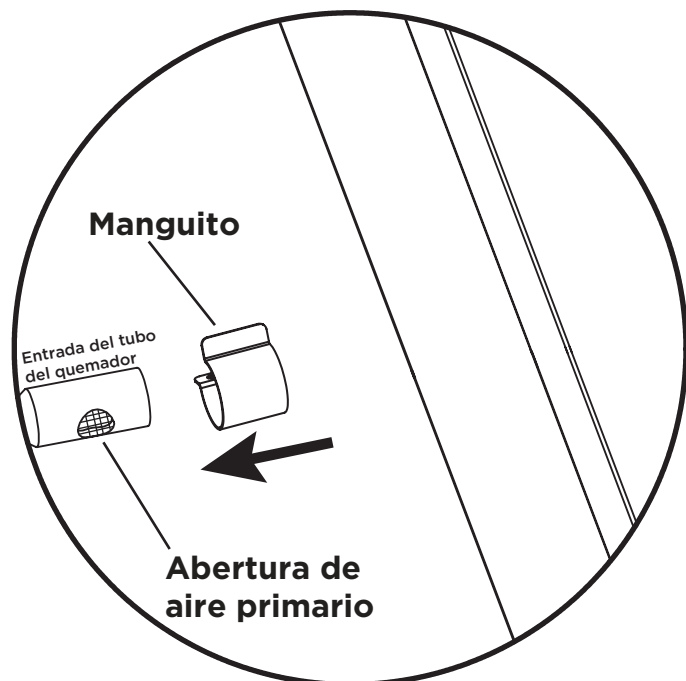

Fig. 1
6. Deslice el manguito sobre la abertura de aire primario (consulte la Fig. 1). Seguidamente, atornille la nueva espita del orificio de gas natural (NG) en la entrada del tubo del quemador (consulte la Fig. 2).